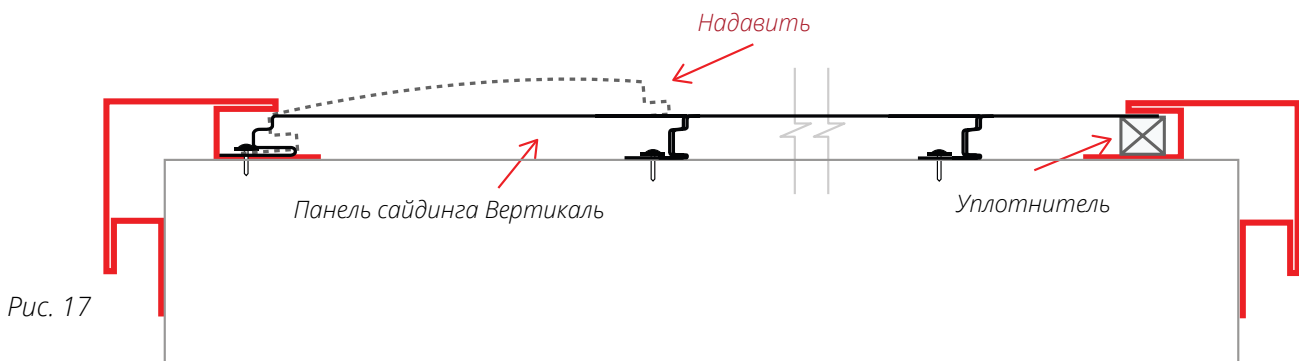

Рис. 17
■ Вставьте стартовую панель в пазы доборных элементов (рис. 17). Выровняйте ее так, чтобы панель входила в пазы J-профиля сверху и снизу на половину глубины (рис. 17).